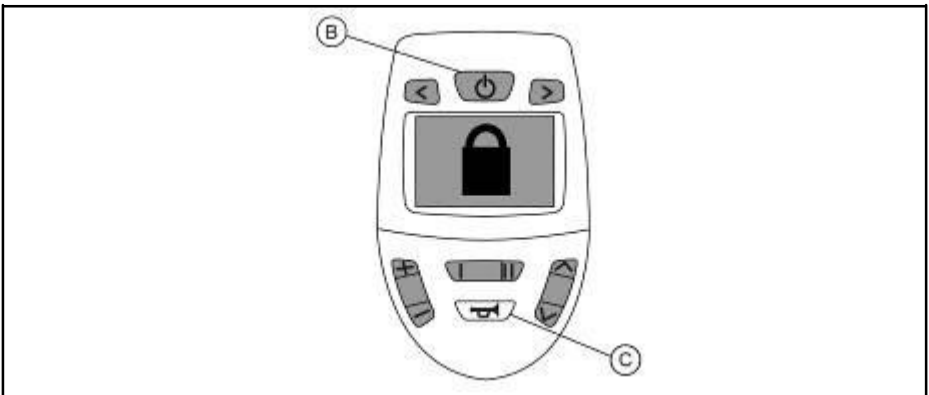

Abbildung 6.1
- Bei eingeschaltetem Steuerkasten. Halten Sie den Ein-/Aus-Schalter > 4 s gedrückt (B in Abb.6.1).
- Schalten Sie den Steuerkasten ein (B in Abb. 6.1).
- Drücken Sie zweimal auf die Hupe (C in Abb. 6.1).